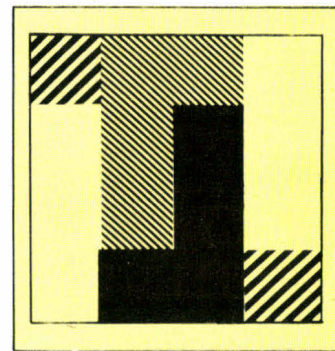

Fig. 1. — Disposition des pièces au début de la partie.
**A**u début de la partie, les quatre pièces — deux en forme de « L » majuscule et deux occupant exactement une case — sont disposées comme indiqué **figure 1**. A chaque tour, les joueurs déplacent trois pièces : le « L » lui appartenant, puis les deux pions. Pour jouer, il suffit de déplacer ce « L » en n'importe quel autre endroit du damier que celui qu'il occupe au début du coup. Si cela est impossible, le joueur dont c'est le tour a perdu. Sinon, il lui est possible de déplacer les deux pions où il le désire — avec, bien entendu, l'objectif de bloquer l'adversaire !